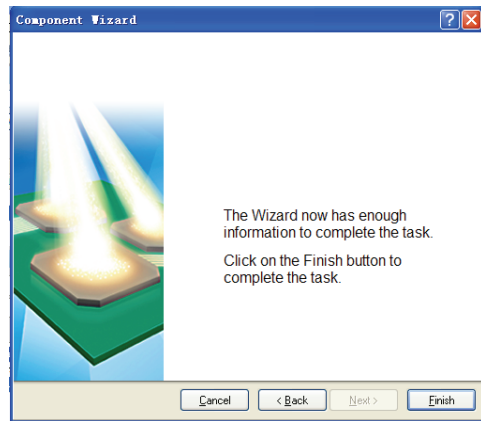

图 10-45 结束界面
(8) 单击 **Next >** 按钮进入结束界面，如图 10-45 所示。